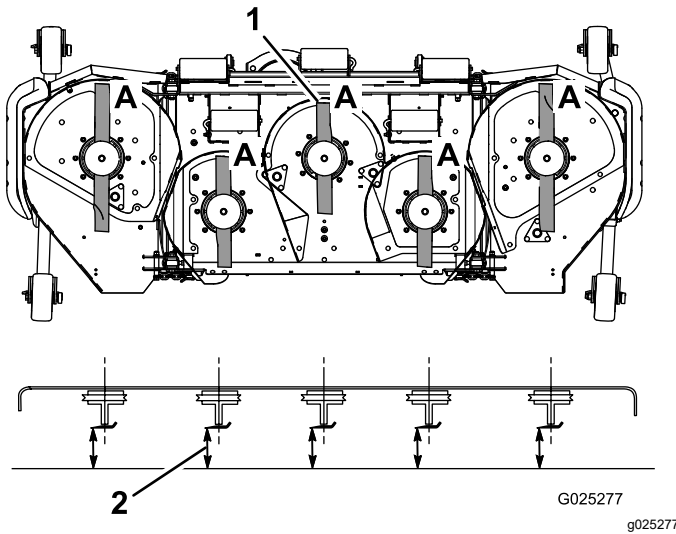

Bild 26
3. Drehen Sie die Schnittmesser, bis die Enden nach vorne und hinten gerichtet sind (Bild 26).
4. Messen Sie von einer ebenen Fläche bis zur Schnittkante (Position A) der Messer (Bild 26). Notieren Sie diesen Wert.